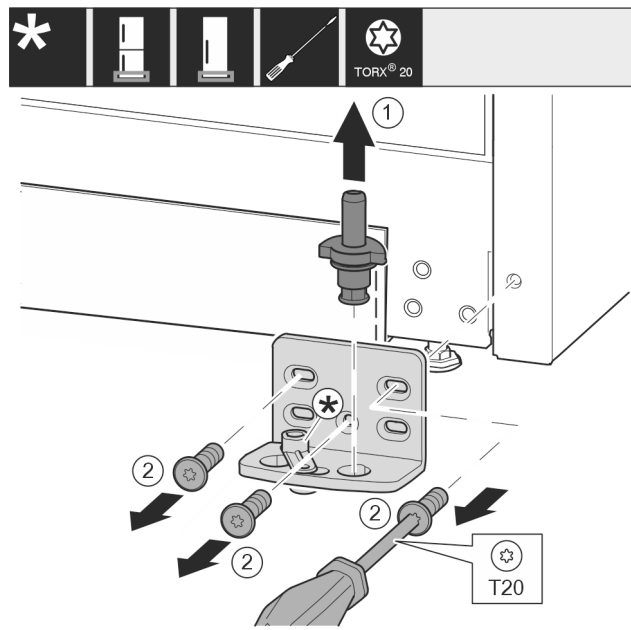

Fig. 16 *
- Estrarre completamente verso l'alto i perni di supporto Fig. 16 (1).*
- Svitare le viti Fig. 16 (2) con un cacciavite e rimuovere il blocco di supporto.*